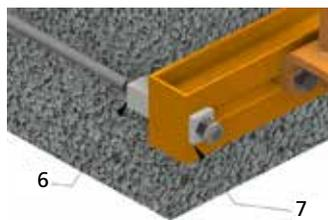

Abb.40
5. Die perfekte Ablotung wird, falls erforderlich, durch das Einsetzen entsprechender Zwischenstücke 4 unter die vorderen Bügel 5 erreicht (nicht im Lieferumfang enthalten) (Abb. 40).